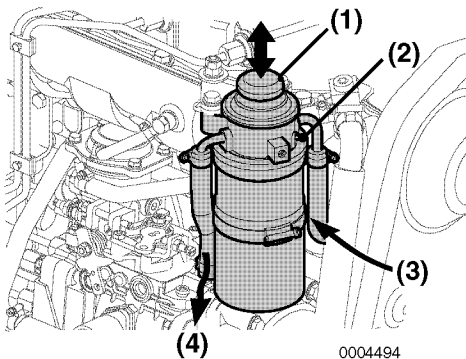

Abbildung 6
3. Entlüftungsschrauben (**Abbildung 6, (2)**) um zwei bis drei Drehungen lockern.
4. Die Ansaugpumpe auf- und niederdrücken (**Abbildung 6, (1)**), damit die Luft aus der Entlüftungsschraube entweicht.